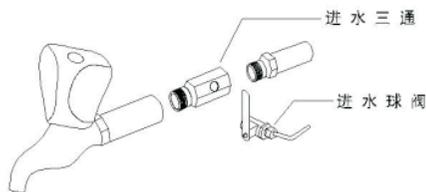

图3
2)、关闭自来水总开关，打开附件箱将随机附赠的进水三通装上一处合适的自来水管路中，在进水三通的侧孔处安装上随机附赠的进水球阀，安装牢固并将其处于关闭状态。连接好PE管，并将PE管的另外一端接入纯水机的原水入口（见图3）。